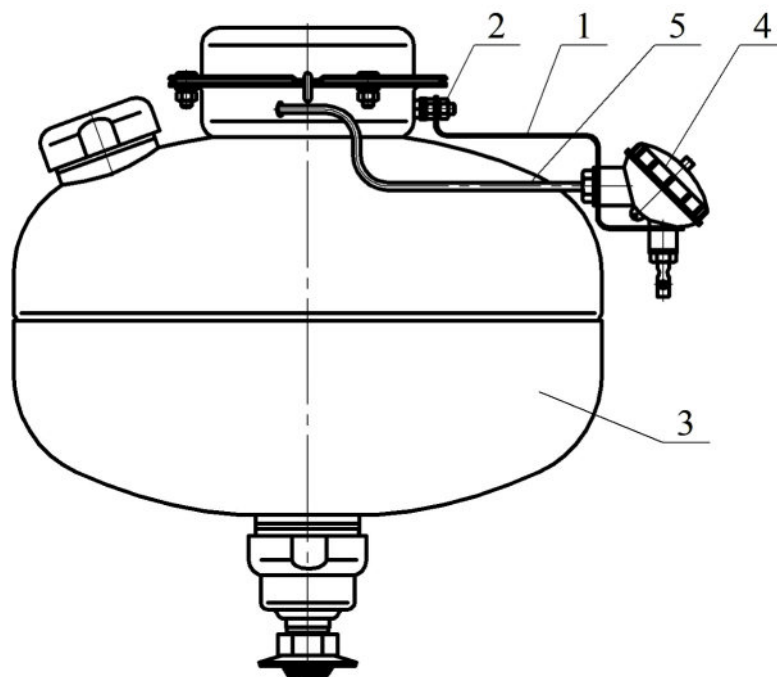
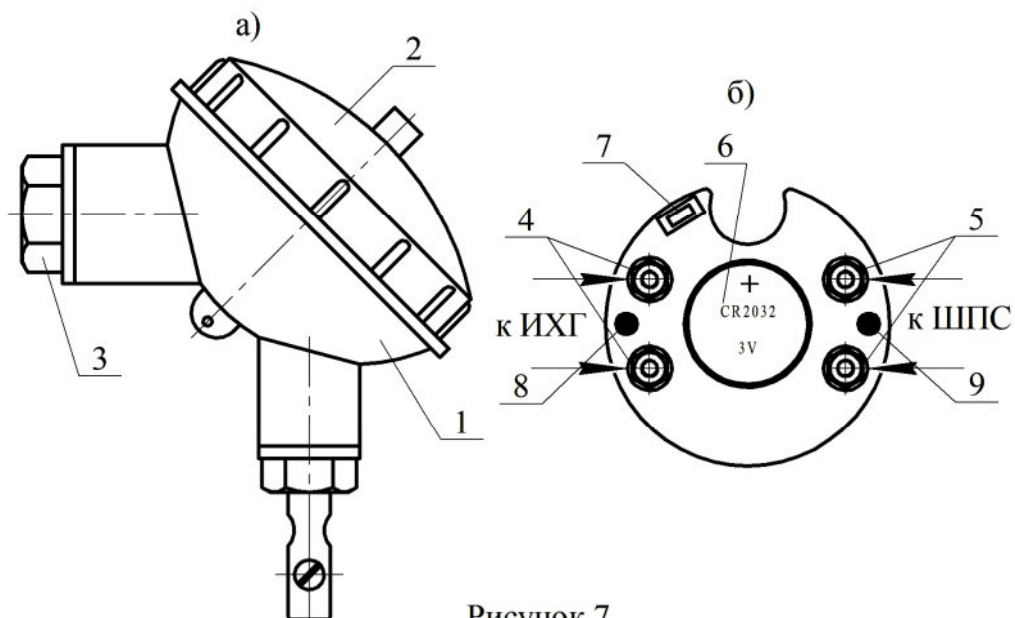

Рисунок 5
Рисунок 7
На кронштейне 1, закрепленном гайкой 2 на фланце МУПТВ 3 (см. рисунок 5), установлен электронный узел запуска 4. Вывода элемента электропускового 5 ИХГ, вставленные в трубку, через гермоввод соединены с электронным узлом запуска 4.
6.8.2 Гайкой **2** (см. рисунок 5) закрепить на корпусе МУПТВ кронштейн **1**.
6.8.3 С корпуса **1** электронного узла запуска (см. рисунок 7) открутить крышку **2** и винт **3**. Через отверстия винта **3** (см. рисунок 7) и кронштейна **1** (см. рисунок 5) в гермоввод электронного узла запуска ввести провода элемента электропускового ИХГ и при необходимости ШПС. Винтом **3** (см. рисунок 5) закрепить на кронштейне электронный узел запуска.